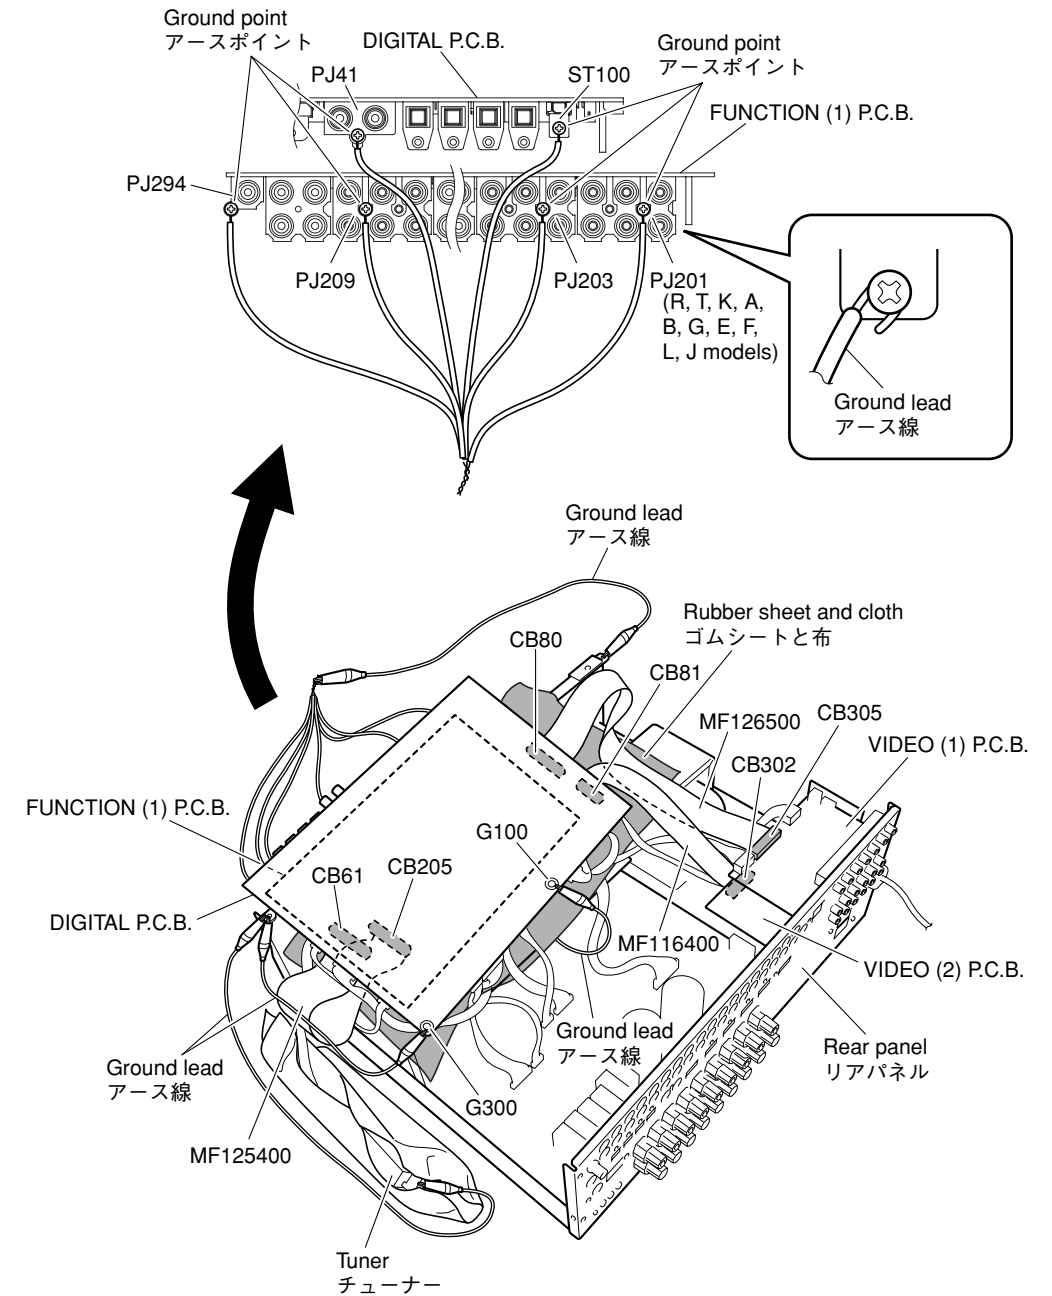

Fig. 11
- Put the rubber sheet and cloth over the equipment. Then place the FUNCTION(1) and DIGITAL P.C.B.s upside down on the cloth and check it. (Fig. 11)
- Be sure to use the extension cable for servicing for the following section. (Fig. 11)
- In this unit, the ground of P.C.B.s shown below is connected to the rear panel and chassis. When FUNCTION(1) P.C.B. is removed from the rear panel and chassis, connect the ground point to the rear panel or chassis, using a ground lead or the like. (Fig. 11)
- 本機の上にゴムシートと布を敷き、その上にFUNCTION(1)P.C.B.およびDIGITAL P.C.B.を裏返しに置いてチェックします。(Fig. 11)
- 次の区間は、サービス用延長ケーブルを使用してください。(Fig. 11)
- 本機ではP.C.B.のアースがリアパネルおよびシャーシに接続されています。FUNCTION(1)P.C.B.をリアパネルおよびシャーシより取り外した場合、リード線等でアースポイントをリアパネルまたはシャーシに接続してください。(Fig. 11)